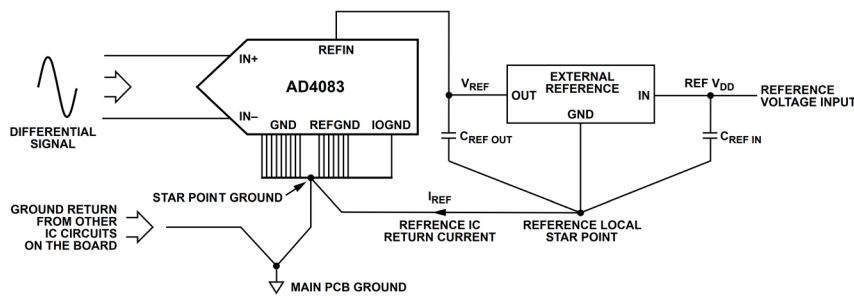

図 107. AD4083 外部リファレンス・グラウンド接続
- ▶ 図 107 に、グラウンド (GND)、リファレンス・グラウンド (REFGND)、およびデジタル・グラウンド (IOGND) の推奨される接続を示します。リファレンス IC の電流帰還経路を、PCB 上の他の回路からの電流帰還ループと同じ電流ループ内に保持しないことを推奨します。図 107 に示すように、リファレンスのローカル・スター・ポイントを PCB の最上層の ADC スター・ポイント・グラウンドに接続します。